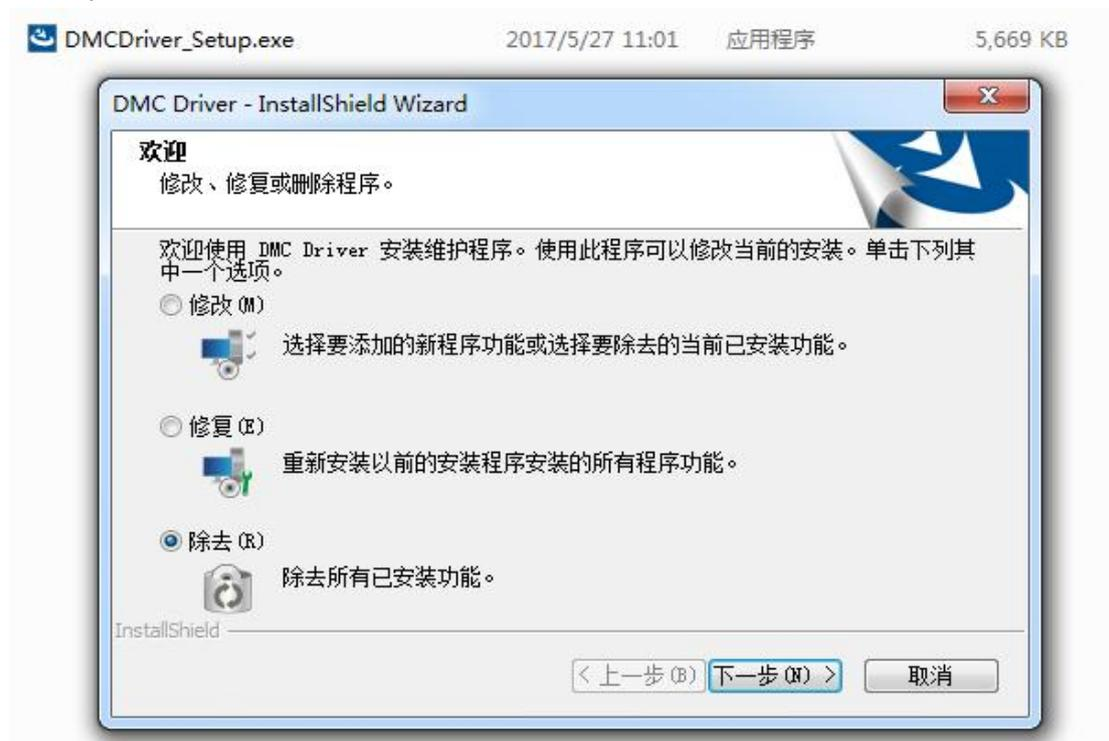

图 1 删除驱动选项
1、双击驱动文件 DMCDriver_Setup.exe，如果出现如图 1 所示对话框，请选择“除去”，并点击“下一步”。